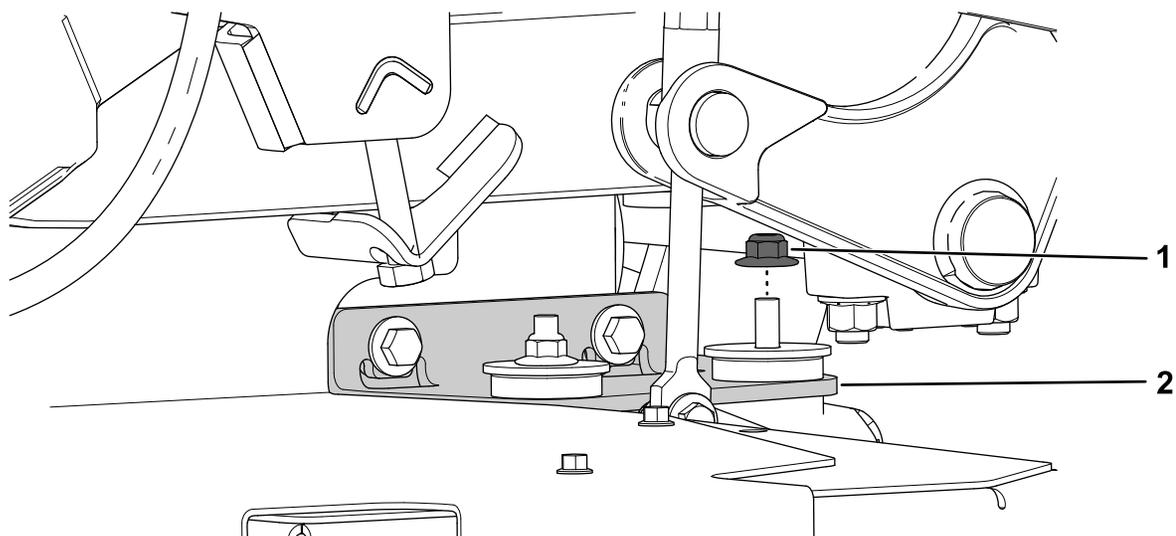
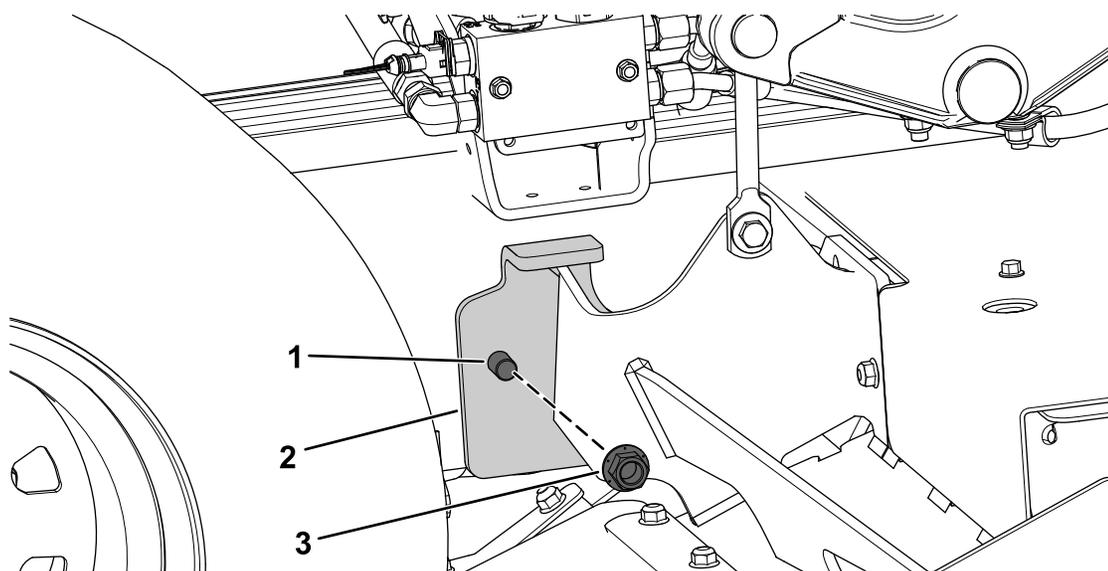

Figure 16
Figure 17
5. Retirez l'écrou à embase avant droit ( $\frac{3}{8}$ " du support du boîtier d'engrenages et le boulon à tête hexagonale ( $\frac{1}{2}$ " x  $2\frac{1}{2}$ "), la rondelle et le contre-écrou ( $\frac{1}{2}$ " de chaque renfort du plateau de coupe (Figure 16 et Figure 17).